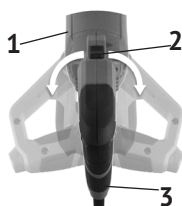

рис. 6
2.2.6 Поворот рукоятки управления (см. рис. 6)
- нажав клавишу (рис. 6 поз. 2), для разблокировки фиксации, повернуть рукоятку (рис. 6 поз. 3) в нужную сторону на 90°);